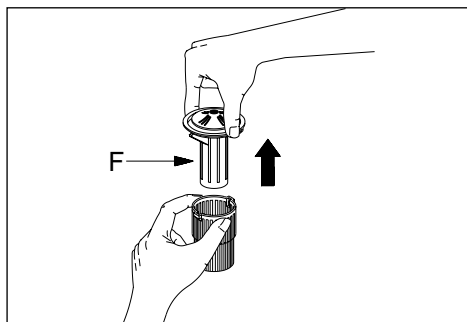

fig. 16c
- Verwijder de zeef (F). Trek de zeef rechtstandig uit het filterhuis (zie fig. 16c).